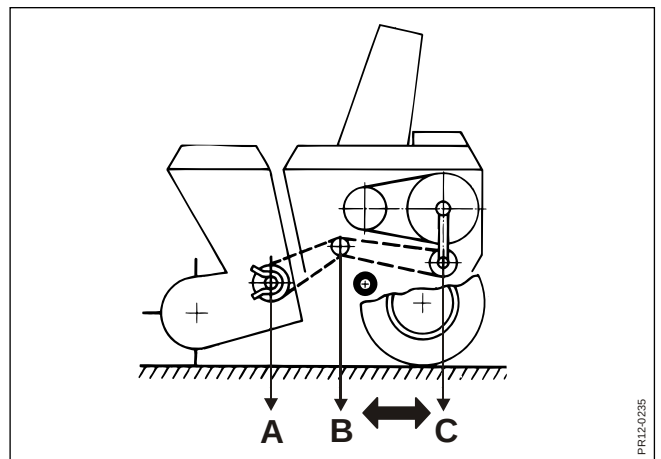

Fig. 3-11
- Fig. 3-11** Maskinen er fra fabrikken monteret til 15 mm snitlængde. Ønskes 7,5 mm snitlængde byttes 18 og 25 tands kædehjul som vist.